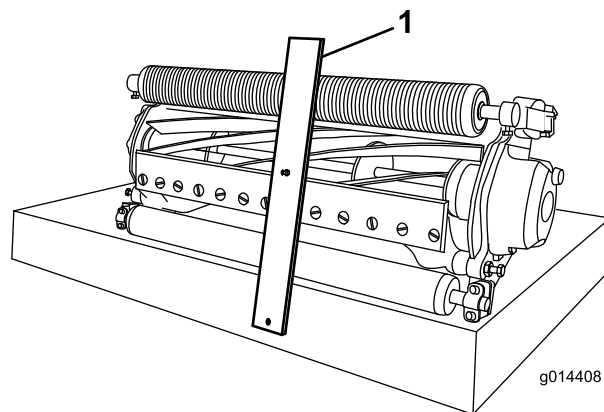

Figura 11
3. Agganciate la testa della vite sul tagliente della controlama e appoggiate l'estremità posteriore della barra sulla parte posteriore del rullo (Figura 11).